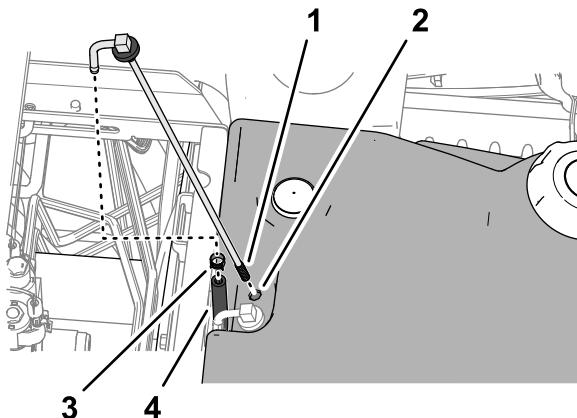

Bild 132
3. Entfernen Sie die Schelle, mit welcher der Schlauch am Kraftstoffzulaufschlauch befestigt ist (Bild 132).
5. Reinigen Sie das Sieb am Ende des Kraftstoffzulaufschlauchs (Bild 132).